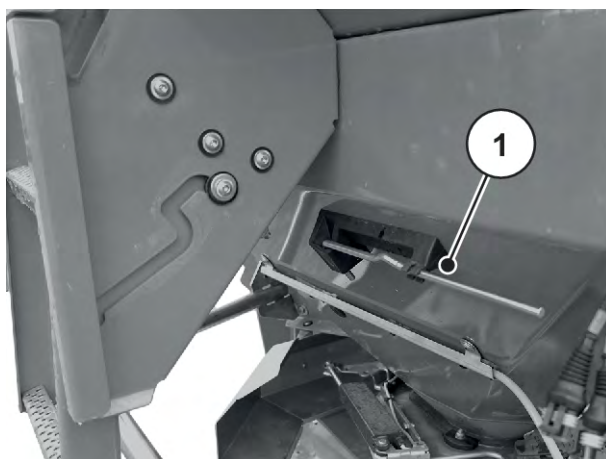

Fig. 26: Inställningsspakens läge AXIS xx.2
- ▶ Lägg återigen inställningsspaken i den därför avsedda hållaren. Se Fig. 26 *Inställningsspakens läge AXIS xx.2*